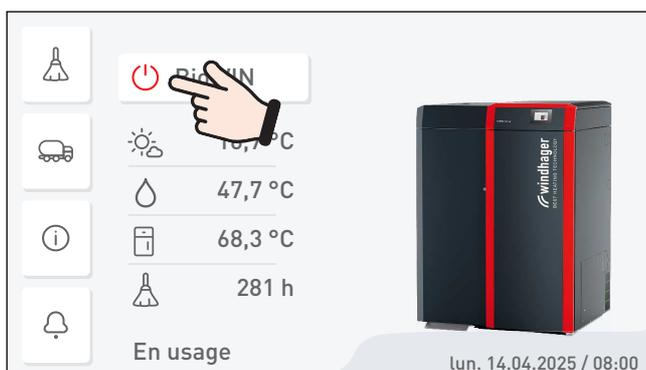

Fig. 29 Éteindre la chaudière à pellets
- ▶ Éteindre la chaudière en appuyant sur la touche MARCHE/ARRÊT sur InfoWIN Touch (Fig. 29 – voir aussi la notice d'utilisation d'InfoWIN Touch) et attendre que la phase d'extinction soit terminée (env. 20 min).